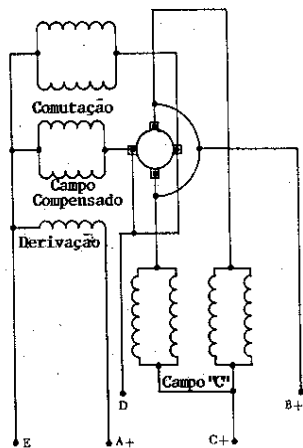

Figura 5-14 Circuito interno do arranque-gerador.
O circuito interno de um arranque-gerador mostrado na figura 5-14 tem 4 enrolamentos de campo. (1) Campos em série (campo "C"); (2) Uma derivação do campo; (3) Um campo de compensação; e (4) Um enrolamento de interpolação ou comunicação. Durante a partida, os enrolamentos em série ("C"), de compensação e comunicação, são usados.